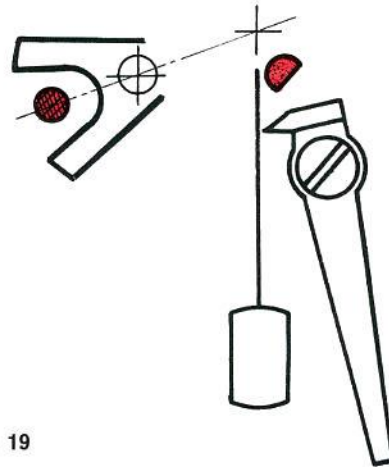

Figure 19
Lorsque la plaque porte-contact est en place, les 2 fils de contact doivent être superposés et dirigés vers le centre de l'axe de balancier comme indiqué sur la figure 19.
3. Vérifier que la came de contact se trouve à droite et à proximité immédiate du fil, contact désarmé ; le verrou doit se trouver retenu par l'ellipse entre ses 2 butées (fig. 19).